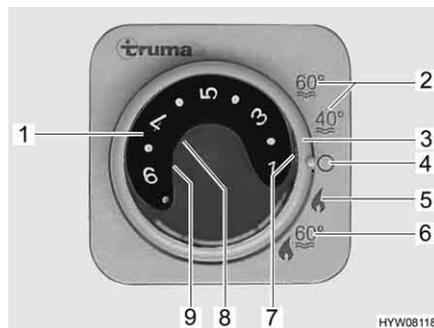

Fig. 164 Unidade de comando para o aquecimento/termoacumulador
- Regule o modo de serviço com o interruptor rotativo (Fig. 164,3).
O aquecimento escolhe automaticamente o nível necessário do queimador de acordo com a temperatura ambiente desejada. Quando é atingida a temperatura ambiente pretendida, o queimador desliga-se. No modo de serviço "Aquecimento e termoacumulador" (Fig. 164,6) também é aquecida a água dentro do termoacumulador. O aquecimento pode ser posto a funcionar no modo de serviço "Aquecimento sem termoacumulador" (Fig. 164,5) com o termoacumulador vazio.
- Regule o botão rotativo da temperatura (Fig. 164,1) na unidade de comando para o nível de aquecimento pretendido.
- Coloque o interruptor rotativo (Fig. 164,3) em funcionamento de inverno "Aquecimento sem termoacumulador" (Fig. 164,5) ou em funcionamento de inverno "Aquecimento e termoacumulador" (Fig. 164,6).
A luz piloto verde (Fig. 164,7) acende-se.
- Coloque o interruptor rotativo (Fig. 164,3) em "O" (Fig. 164,4).
A combinação do funcionamento a gás e do funcionamento elétrico com 230 V reduz o tempo de aquecimento do veículo (só possível, quando o aquecimento está regulado na unidade de comando (Fig. 164) para o funcionamento de inverno).